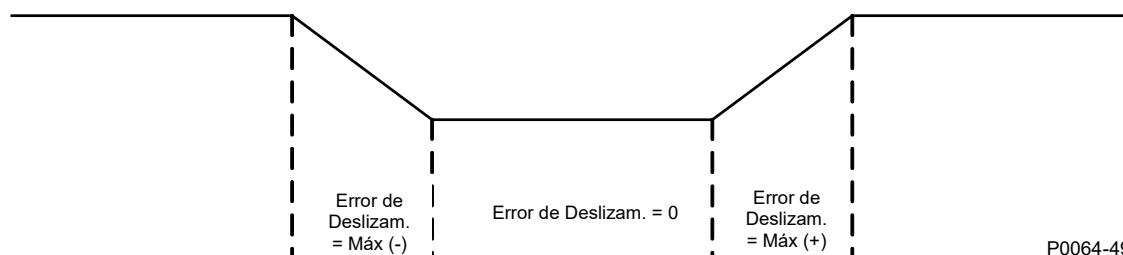

Figura 15-1. Error de Frecuencia de Deslizamiento
La corrección de frecuencia del generador es definida por la frecuencia de deslizamiento y perfeccionada por el ángulo de cierre del interruptor. La configuración de la frecuencia de deslizamiento establece la desviación máxima permitida de la velocidad del generador (frecuencia) de la frecuencia del bus. Los ajustes del Control del Límite de Deslizamiento Mínimo y del Control del Límite de Deslizamiento Máximo se utilizan para calcular el error de la frecuencia de deslizamiento y proporcionar control continuo de frecuencia de deslizamiento mientras está en sincronización de fase de cierre. Si la magnitud de frecuencia de deslizamiento se encuentra por debajo del Límite de control de deslizamiento mínimo, el error se establece equivalente al Error máximo en la polaridad opuesta. Cuando se encuentra entre los dos límites, el error es cero (0). Cuando esté entre los dos límites, el DECS-250E calcula el error internamente. El error de frecuencia de deslizamiento se muestra en la Figura 15-1.